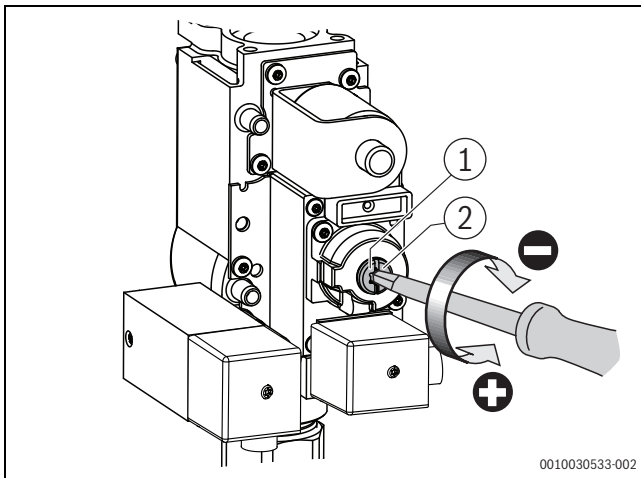

Bild 11 O₂-Gehalt bei Teillast einstellen (Kesselgröße 75 – 100 kW)
- ▶ Verschlusssschraube an der Gasarmatur herausdrehen (→ Bild 11 und 12).
- ▶ O₂-Wert an der Teillast-Einstellschraube auf $5,7 \pm 0,4$ % einstellen (→ Bild 11 und 12).